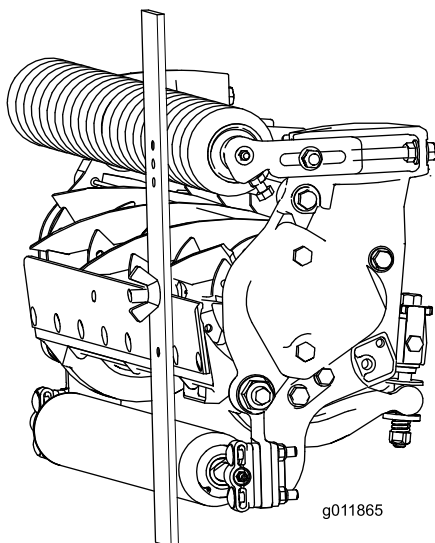

Figura 19
3. Prenda a cabeça do parafuso à extremidade cortante da lâmina de corte e apoie a extremidade traseira da barra no rolo traseiro (Figura 19).
4. Rode o parafuso de ajuste até que o rolo entre em contacto com a dianteira da barra indicadora (Figura 19). Ajuste ambas as extremidades do rolo até que todo o rolo esteja paralelo à lâmina de corte.